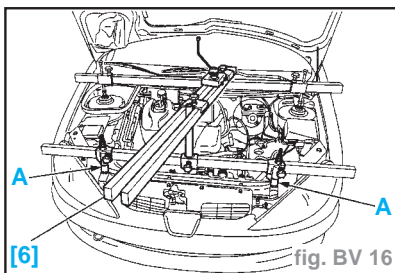

fig. BV 16
- la biellette de sélection (2) à l'aide de l'outil [1] (-).**0216-G1**
- la biellette de passage (3) à l'aide de l'outil [2] (-).**0216-G2**
- la biellette de réaction (4) à l'aide de l'outil [1]
- Mettre en place la traverse [6] (-).**0009** et ses supports (fig. BV. 16).